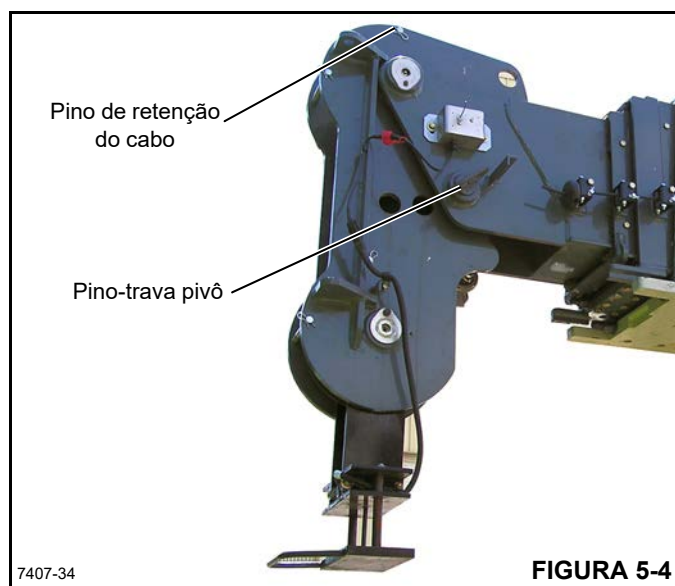

FIGURA 5-4
3. Remova o grampo de retenção do pino de retenção do cabo, remova o pino de retenção do cabo da parte superior da cabeça da lança (Figura 5-4).
4. Remova o pino de segurança e o contrapino do pivô (Figura 5-4).
6. Instale o pino de retenção do cabo e o grampo de retenção na parte superior da cabeça da lança (Figura 5-4).
3. Remova o grampo de retenção e o pino de retenção do cabo na parte superior da cabeça da lança (Figura 5-4).
7. Instale o pino de retenção do cabo e o grampo de retenção na parte superior da cabeça da lança (Figura 5-4).